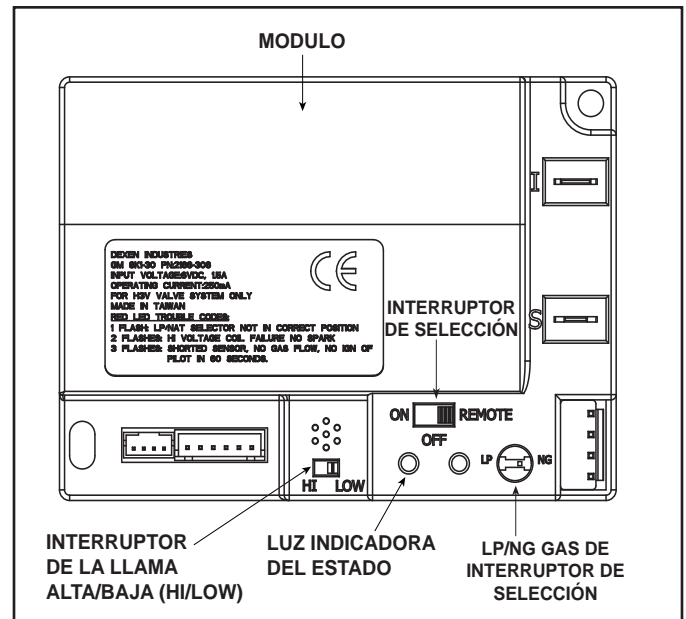

Figura 12.3 Módulo de control
1. El módulo de control cuenta con un interruptor de selección ON/OFF/REMOTE que controla las siguientes funciones. Consulte la Figura 12.3.
2. Si utiliza un interruptor de pared con el módulo de control en la posición de REMOTE, la llama puede ser ajustada con el interruptor HI/LO que se encuentra en el módulo. Consulte la Figura 12.3. El interruptor de la llama ALTA/BAJA (HI/LOW) se desactivará una vez que un mando a distancia opcional (RC300CE) sea programado con el módulo de control. El módulo de control siempre encenderá la chimenea con la llama alta y se mantendrá de esa manera por los primeros 10 segundos de operación. Si el interruptor de la llama se encuentra en la posición BAJA (LOW), la llama será automáticamente ajustada a la posición BAJA (LOW) una vez que la llama haya sido establecida después de 10 segundos. Después de 10 segundos la llama puede ser ajustada de ALTA (HI) a BAJA (LOW) con el interruptor.